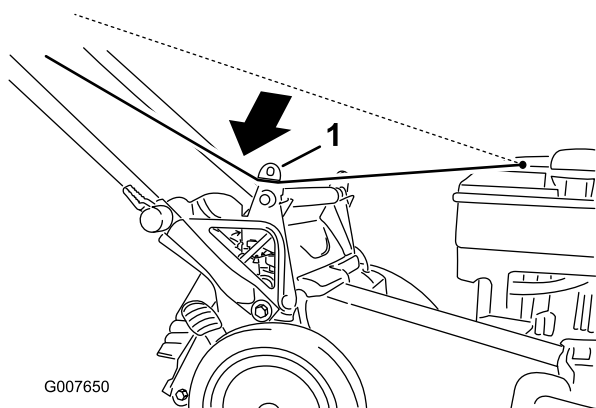

Figura 29
1. Pase la cuerda del arrancador alrededor de la guía de cuerda inferior (Figura 29).